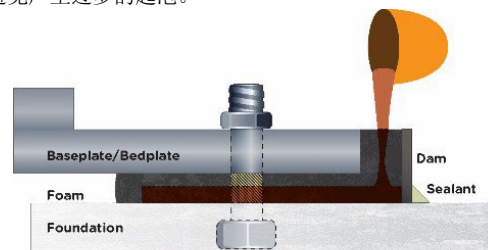

图 5 - 以细流形式浇注的**贝尔佐纳 (Belzona) 7111**
- a) 混合完毕后，立即将混合好的**贝尔佐纳 (Belzona) 7111** 浇注到模框中。如图 5 所示，让本产品以细流的形式自由流过设备及设备下方，避免产生过多的起泡。